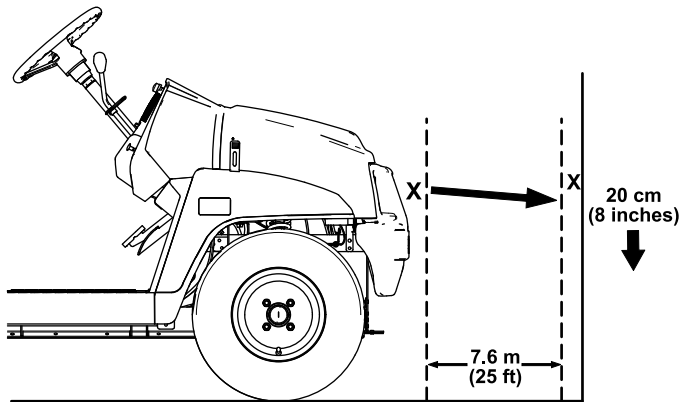

Bild 40
1. Stellen Sie die Maschine auf einer ebenen Fläche ab, dabei sollte der Abstand der Scheinwerfer ca. 7,6 m von einer Wand entfernt sein (**Bild 40**).
Der hellste Teil des Scheinwerfers sollte 20 cm unter der Markierung an der Wand liegen (**Bild 40**).